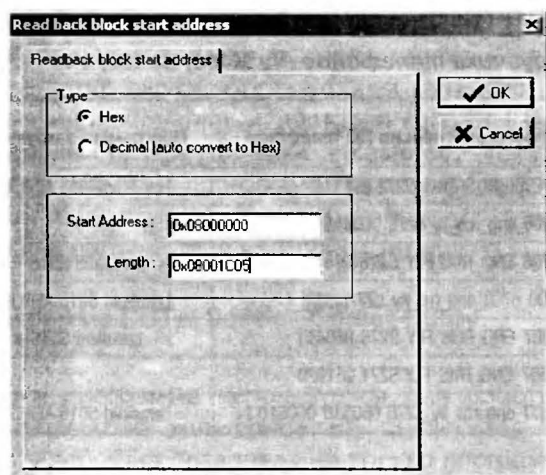

Рис. 2.11. Настройка начального адреса и размера блока сохраняемых данных
3. В выведенном на экран диалоговом окне (рис. 2.11) указывают начальный адрес и размер блока сохраняемых данных.